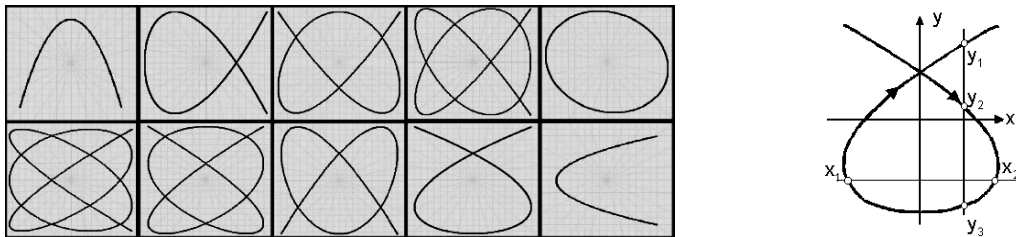

Fig. 2: Przykładowe krzywe Lissajous i metoda przecięć
1. Posługując się metodą przecięć (rys. 2), obliczyć częstotliwości drgań f'_y napięcia U_y , dla wszystkich sporządzonych wykresów krzywych Lissajous.